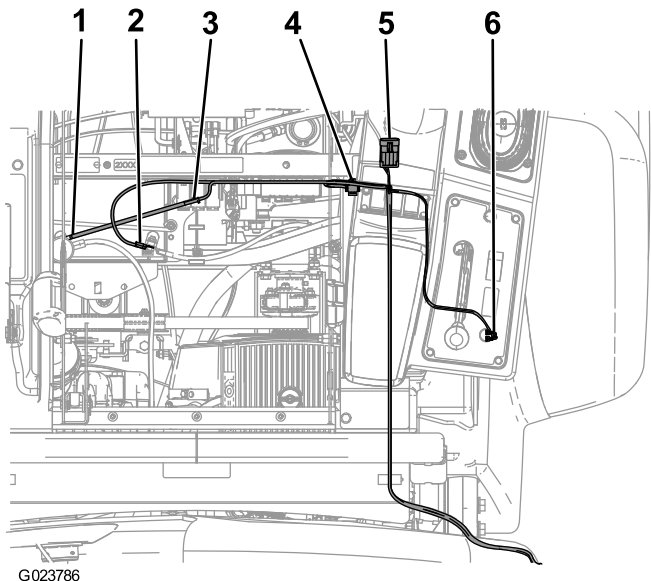

Figura 4
- 7. Conecte el botón del carrete de la manguera al arnés de cables, e instale el botón y el conector estanco en el panel trasero de la consola (Figura 4).
- 9. Enchufe el conector más próximo en el conector del carrete de la manguera del arnés de cables principal, situado debajo de la porción delantera del brazo de control (Figura 4).
- 11. Conecte el eslabón fusible al cable rojo que está conectado al borne positivo (+) de la batería (Figura 4).
- 12. Conecte el extremo más lejano del arnés de cables a la conexión de tierra del bloque de fusibles (Figura 4).